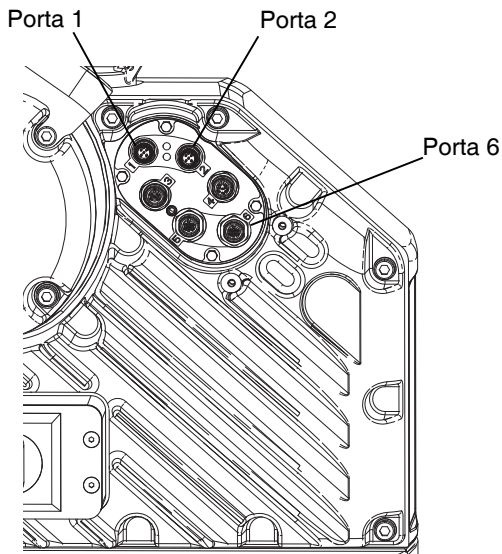

FIG. 39: Localização da porta do acionador
6. Utilizando os quatro parafusos de montagem 10-32 incluídos no kit, monte a base (CD) nos orifícios que abriu.
7. Volte a fixar o CGM (CC) na base (CD) com os dois parafusos (CB) que foram removidos no passo 5.
8. Volte a fixar a tampa de acesso (CA).
9. Ligue o cabo da CAN incluído no kit à porta 1 ou à porta 2 (a que estiver disponível) no acionador. Consulte a FIG. 39.